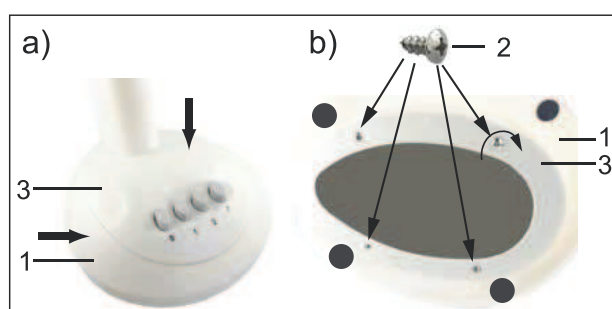

Fig.37: Montaggio base
1. Inserire l'attacco (3) con il blocco motore e i pulsanti per l'impostazione della potenza di ventilazione all'interno della base (1). Vedere Fig. 37 a).
2. Capovolgere il tutto in modo che il lato inferiore di attacco e base sia rivolto verso l'alto. Vedere Fig. 37 b).
3. Serrare la base in senso orario utilizzando le viti a croce (2).